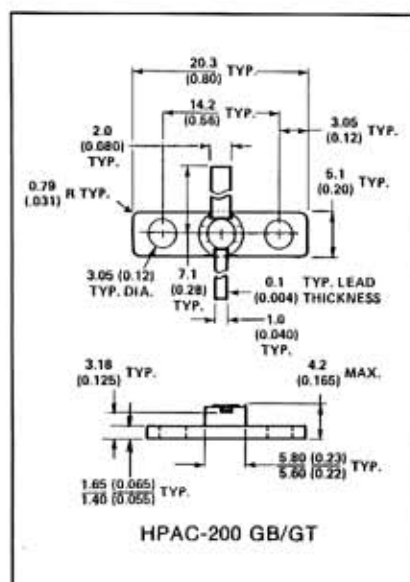

Fig. 8 - Dimensioni del transistor HP tipo HXTR5102.
5) Si vincola la barra al circuito con almeno 4 viti: quindi si inseriscono i 2 transistori di potenza - senza saldarne i terminali - e si tracciano le posizioni ove forare e filettare per vincolare i transistori a massa (i.e. alla barra di rame): in questo caso sono richieste viti da 2,6 MA, a causa delle dimensioni dei fori nelle barrette dei dispositivi (in fig. 8 sono riportate le dimensioni relative allo HXTR5102 della Hewlett Packard).